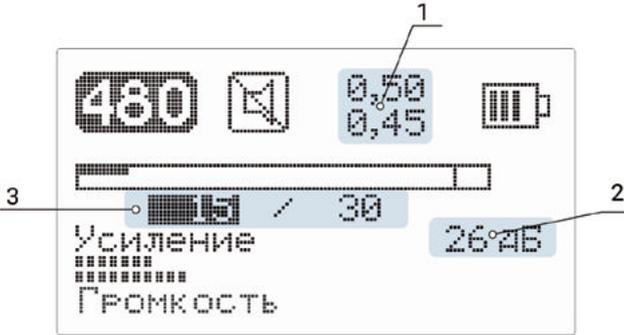

Рисунок 5 – Вид основного экрана режима «MF»
4.6.4 На каналах «480», «1К» и «10К» возможна работа в режиме многочастотного приема сигналов (п.14, табл. 4, строка «Режим MF»). Вход в режим п. 4.6.5.4. Вид основного экрана режима MF показан на рис. 5.
Линейная шкала уровня сигнала разделена по горизонтали. На верхней и нижней половинах шкалы попеременно, синхронно с переключением частот, отображается уровень сигнала текущей частоты. Цифровая индикация уровня сигнала для каждой частоты (п. 3, рис. 5) происходит попеременно, синхронно с переключением частот.
Два числа (п. 1, рис. 5) показывают отношение уровня сигнала меньшей частоты к уровню сигнала большей частоты. Верхнее число — отношение в текущем цикле смены частот, нижнее — в предыдущем.
Краткое нажатие на левый энкодер приводит к его переключению в режим регулировки усиления на нижней частоте. Соответственно в п.1 рис. 5 появляется индикация этого режима. В п. 3 рис. 5 появляется динамическая числовая индикация уровня сигнала текущей частоты. В п. 2 рис. 5 отражается индикация установленного усиления на текущей частоте.